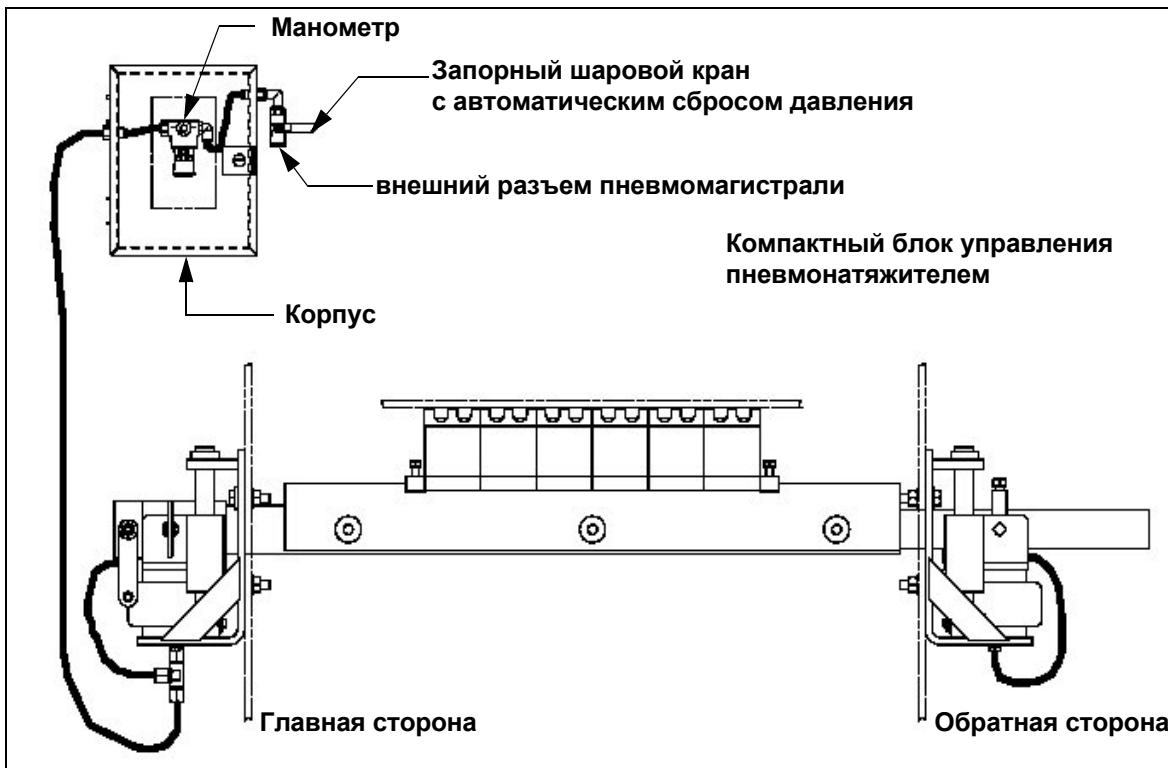

Рисунок 5: Настройка пневматического натяжителя
Только для пневматичатых тяжелей: Следите за тем, чтобы крепление для пневмошланга крепилось под винтом. Затяните винт фиксатора оси на обратной стороне. См. рис. 5 на стр. 19.
14. Подключите к разъемам пневмошланг, разъемы находятся с нижней стороны монтажной консоли на дне лотка. См. рис. 5 на стр. 19.
Для возникновения усилия прижима пластин скребка к ленте в составе пневмонатяжителей на каждой монтажной консоли используется гофра с пневмошлангом. Настройка скребка и усилия прижима автоматически регулируются путем изменения давления. См. рис. 5.